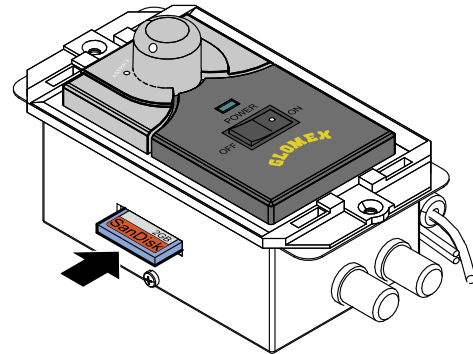

Fig. 34
3. Inserte la tarjeta SD en la ranura correspondiente en la lado unidad de control, como se indica en la **Fig. 34**, respetando la dirección (el lado con etiqueta del fabricante hacia arriba) y asegurándose que haberla insertado completamente.